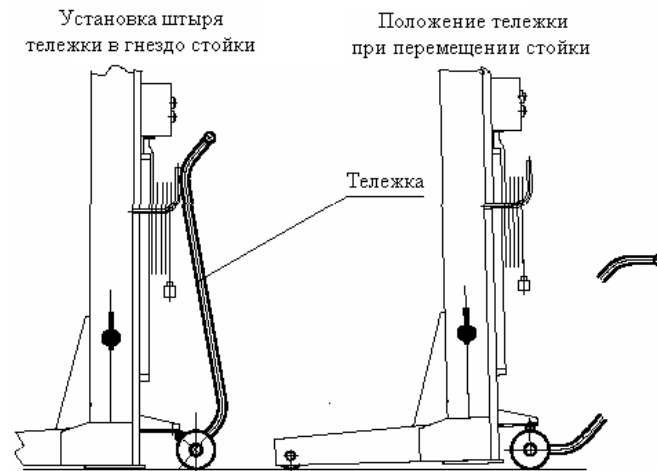

Рис. 5. Перемещение стойки при
7.1.1. При помощи тележки подкатить каждую стойку подъемника подхваты под колеса автомобиля. Для перемещения стойки подкатить тележку к стойке и, зацепив ее, приподнять (см.Рис.5). Убрать тележку.